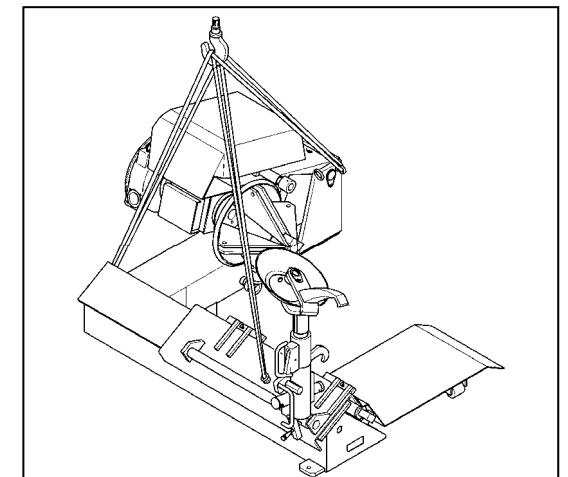

Fig.45
Before lifting the machine, ensure that the chuck is completely closed, the chuck arm lowered, and that the toolholder carriage are in the position indicated in Fig. 45.
Hold the machine as depicted in Fig.45.
*Avant de soulever la machine, s'assurer que l'arbre autocentreur soit fermé, que le bras porte-arbre soit complètement abaissé et que le châssis porte-bras et le chariot porte-outil soient dans la position indiquée par la Fig. 45.*
*Soulever la machine comme montré sur la Fig.45.*
Vor dem Hochheben der Maschine sicherstellen, daß das Spannfutter vollständig geschlossen ist, der Spannfutterarm ganz unten steht und daß der Maschinenrahmen auf der Spannfutter- und der Werkzeugeite die in Abb.45 gezeigte Position einnehmen.
Die Maschine hochheben wie in Abb.45 gezeigt.